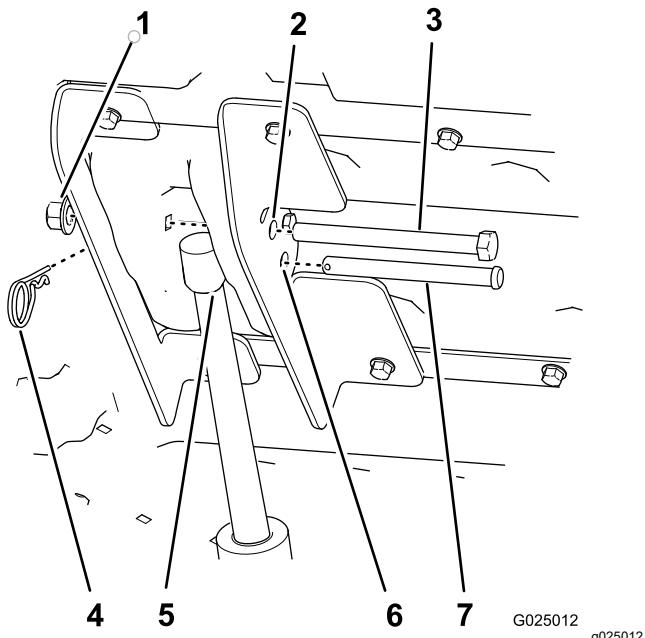

图 11
- 按下货斗升降开关的上叶片延伸提升致动器的杆直到杆中的孔与内、外侧升降支架中的孔对齐图 11。
- 使用柱销  $3\frac{1}{2}$  英寸和发卡销将提升致动器杆固定到升降支架上图 11。
- 将六角头螺栓  $\frac{1}{2} \times 5\frac{1}{2}$  英寸穿过内、外侧升降支架图 11 中剩余的  $12.7\text{mm} \frac{1}{2}$  英寸孔并使用锁紧螺母  $\frac{1}{2}$  英寸进行固定直到螺母紧贴。
2. 拆下将致动器杆固定到内、外侧升降支架的发卡销和柱销 图 11。
7. 放下货斗并将提升致动器与升降支架对准 图 11。
8. 使用柱销和发卡销将提升致动器固定到升降支架上 图 11。